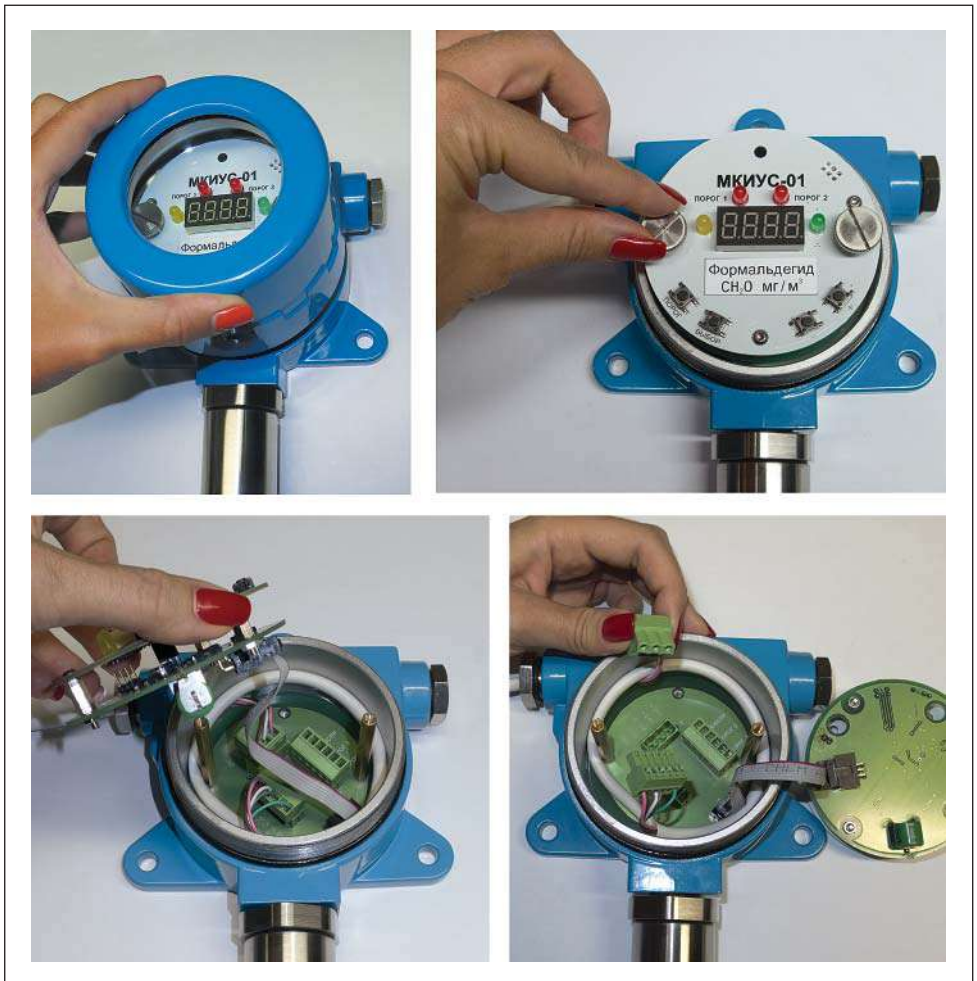

Рис.11. Порядок разборки МКИУС
3. Открутите крышку корпуса модуля МКИУС, вращая ее против часовой стрелки (рис.11).